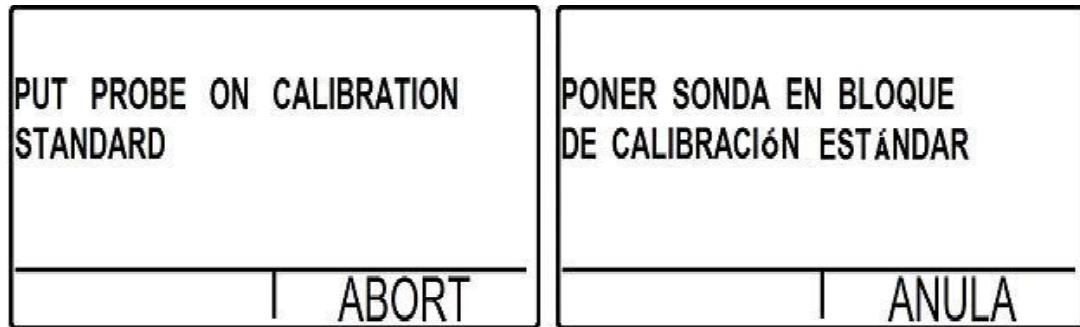

Figura 27: Pantalla con la instrucción para acoplar el transductor
- b. Presione la tecla  para iniciar el proceso de calibración; entonces la pantalla aparecerá como se ilustra en la Figura 27; siga las instrucciones mostradas en la pantalla.